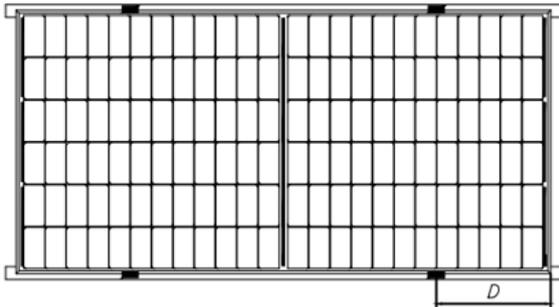

Abb. 3 Schienen, die die lange Rahmenseite überlappen
- ⑩ Für die in Abbildung 3 gezeigte Befestigung muss die Überlappung zwischen der C-Fläche der Anordnung und der Schiene ≥ 25 mm sein. Die eingeschränkte Garantie von Astronergy geht verloren, wenn nicht geeignete Klemmen eingesetzt werden oder eine unsachgemäße Installation ausgeführt wird.